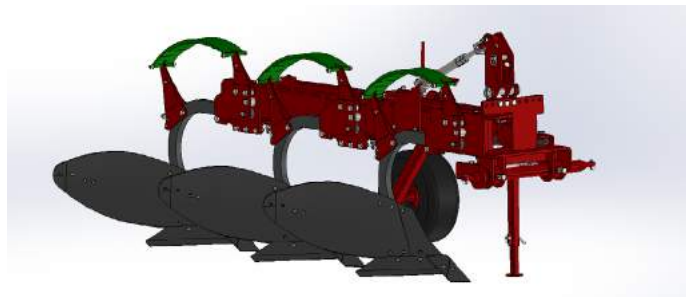

Рис. 1. Место крепления заводского щитка плуга.
- плуг следует установить в транспортировочном положении (см. рис. 1).